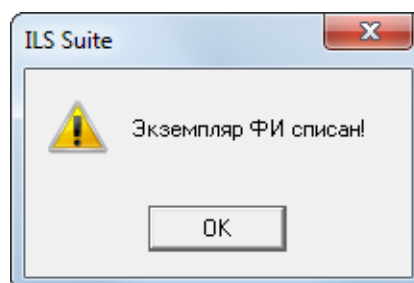

Рис. 13-90 – Информационное окно
5) Выводится информационное сообщение о том, что экземпляр ВС списан (рис. 13-90).